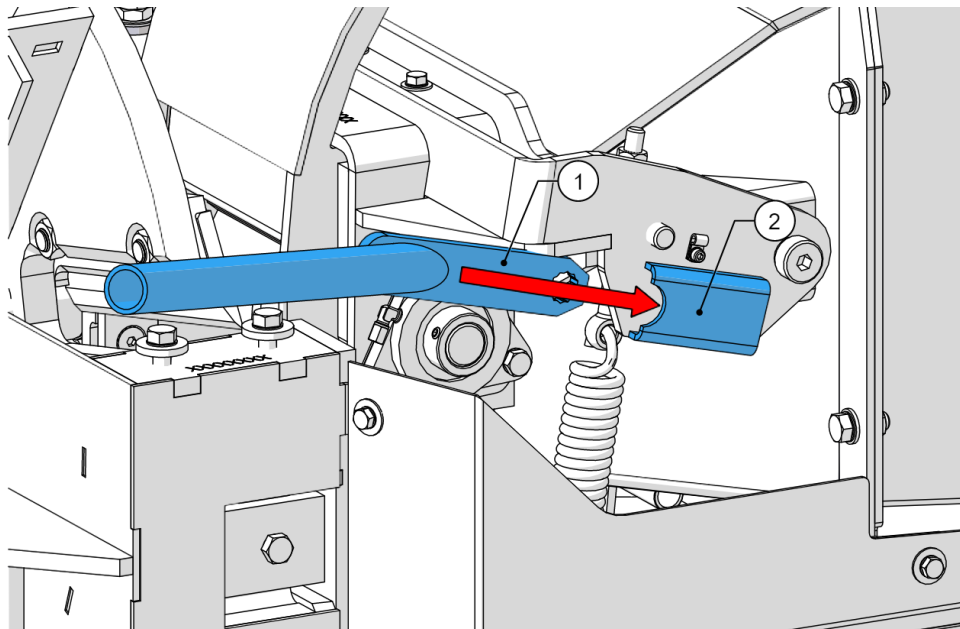

Figure 42 - Tension du ressort du rouleau d'alimentation
11. Insérez l'outil de levage du rouleau d'entraînement supérieur (1, Figure 42) dans la fente (2, Figure 42).